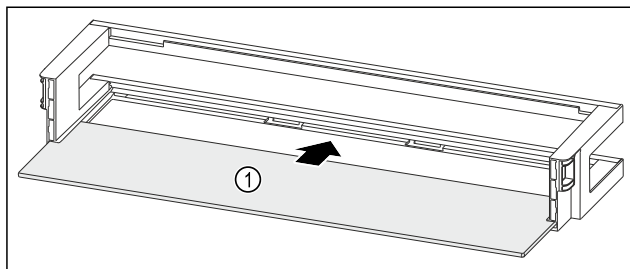

Fig. 98 Deurrek met draagplateau
- Draagplateau Fig. 98 (1) in de zijdelingse inkepingen schuiven.